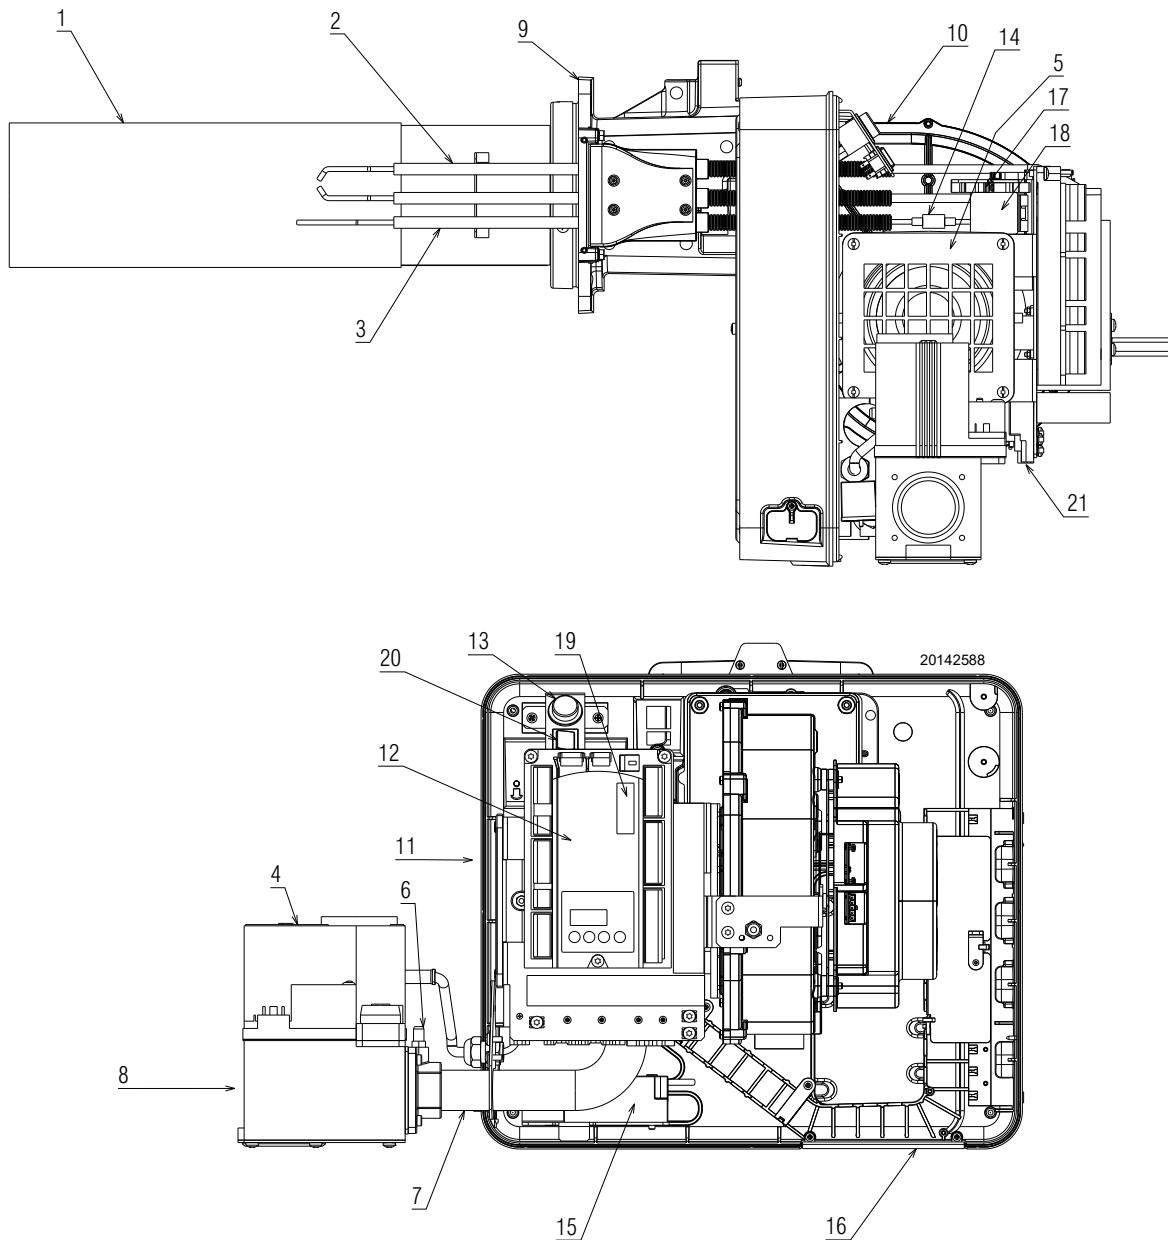

Abb. 5
- (1) Referenzbedingungen: Raumtemperatur 20°C - Gastemperatur 15°C - Barometrischer Druck 1013 mbar - Höhe 0 m ü.d.M.
(2) Eingangsgasdruck 8)(Abb. 5 auf Seite 11) bei Druck Null in der Brennkammer und bei Höchstleistung des Brenners.
(3) Schalldruck gemessen im Verbrennungslabor des Herstellers bei laufendem Brenner am Prüfkessel, bei höchster, durchschnittlicher und niedrigster Modulationsleistung. Die Schalleistung wird mit der von der Norm EN 15036 vorgesehenen "Free Field" Methode mit der Messgenauigkeit "Accuracy: Category 3" gemessen, wie von der Norm EN ISO 3746 vorgeschrieben.
Das Aufleuchten der Taste 13)(Abb. 5) weist auf eine Störabschaltung des Brenners hin. Zum Entstören die Taste drücken.